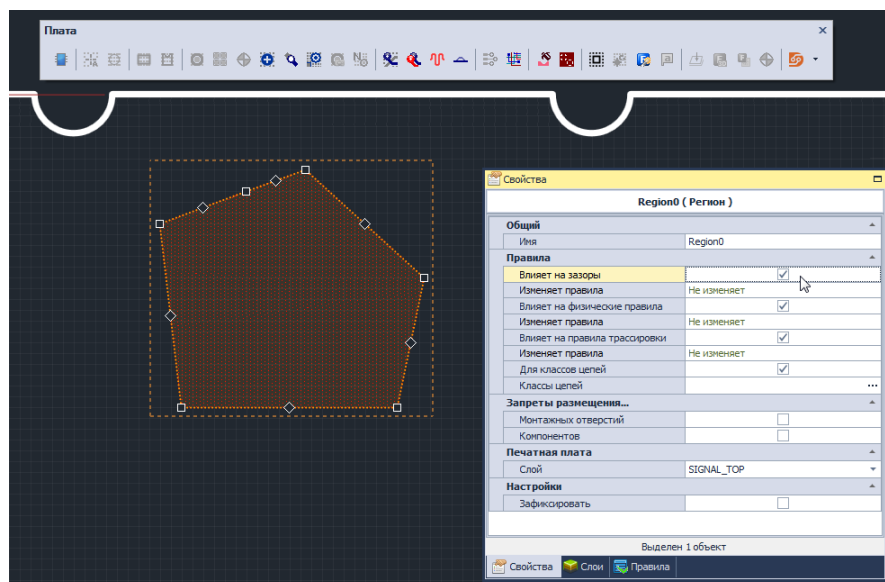

Рис. 124 Выбор типов правил для изменения в регионе
2. Отметить в панели «Свойства» те типы правил (пункт «Правила»), которые будут изменяться в выбранном регионе, см. Рис. 124.